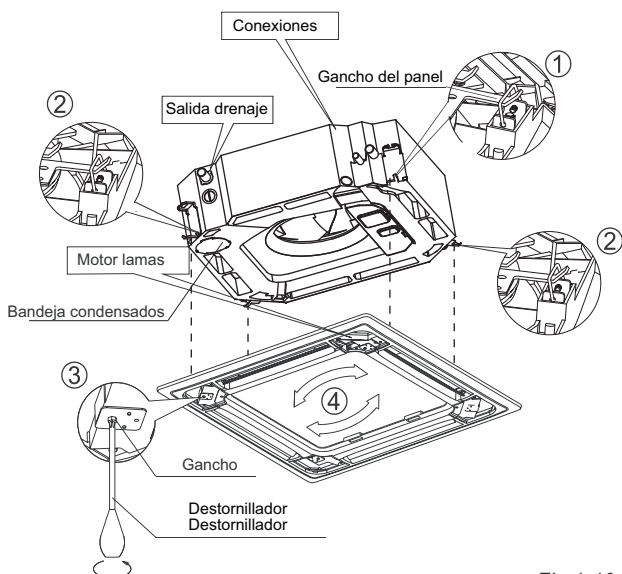

Fig. 1-10
- Alinear el motor de las lamias del panel con la conexión de los tubos del cuerpo (Ver. Fig. 1-10).
- Ajuste los cuatro tornillos de los ganchos del panel para mantener la horizontabilidad del panel (Ver fig. 1-10).
- Regular el panel en la dirección de la flecha tal y como aparece en la Fig. 1-10 para adaptar el centro del panel en el centro del techo. Asegúrese de que los 4 ganchos de las esquinas se fijan correctamente.